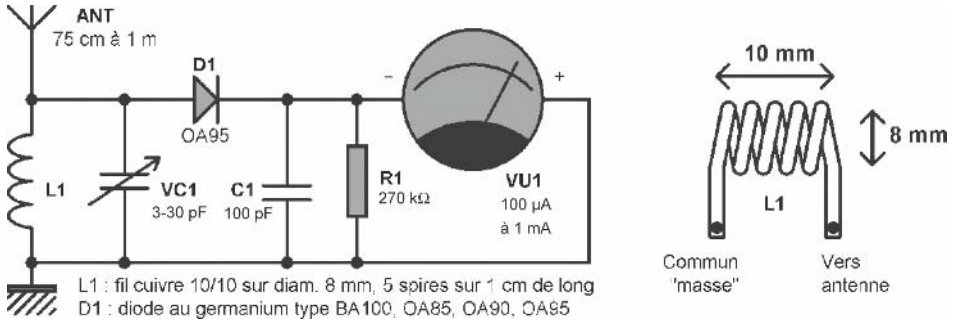

Figure 4.12
**Tentatoo** – Vous le pouvez... si vous en possédez un permettant de faire une mesure sur un signal RF, ce qui n'est pas le cas de la majorité des multimètres. Le cas échéant, vous pouvez réaliser un petit détecteur RF relié à un galvanomètre sensible, au travers d'une diode de redressement et d'un condensateur de filtrage, comme présenté à la **figure 4.12**. Ce petit circuit permet d'effectuer les réglages sans contact physique avec la sortie RF, ce qui parfois permet plus de justesse dans les réglages d'un émetteur. Nous verrons cela en temps utile.